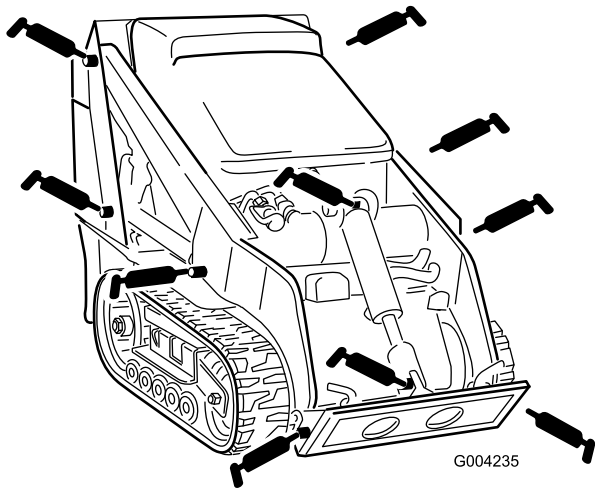
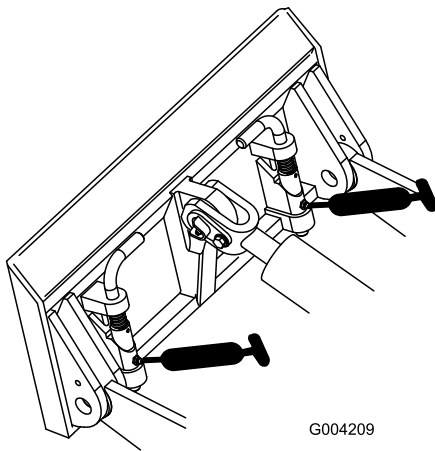

Figura 34
Figura 35
3. Collegate un ingrassatore a pressione a ciascun ingrassatore (Figura 34 e Figura 35).